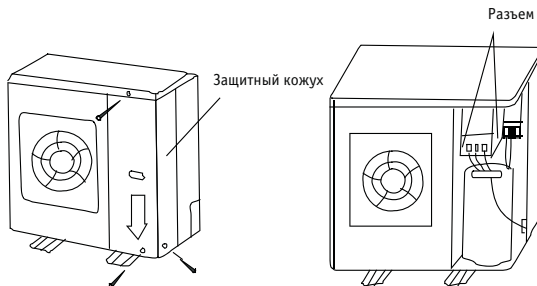

Рис. 42
- На рис. 42 показан наружный блок определенного типа, который может несколько отличаться от вашего.